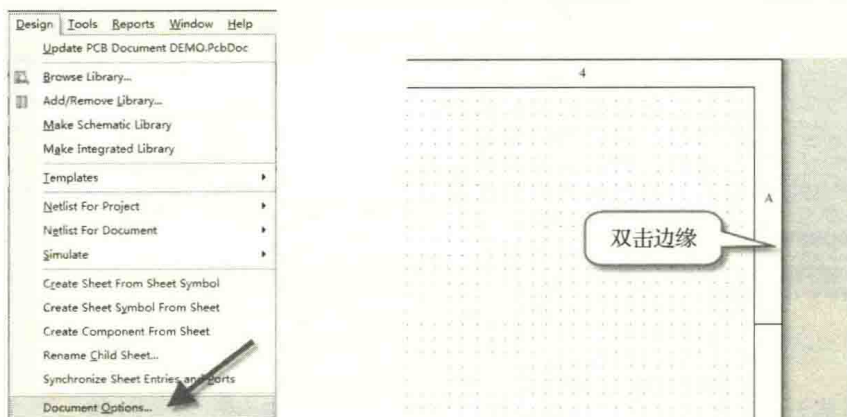

图 4-2 原理图页大小的设置
(1) 执行菜单命令“Design-Document Options...”或者双击默认原理图页的边缘，如图 4-2 所示。